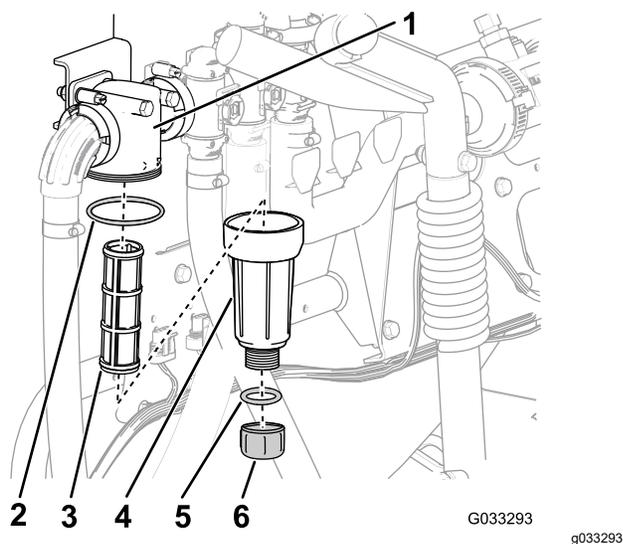

Figura 31
2. Coloque un recipiente de drenaje debajo del filtro de presión (Figura 31).
3. Gire el tapón de vaciado en sentido antihorario y retírelo de la cubeta del filtro de presión (Figura 31).
4. Gire la cubeta en sentido antihorario y retire la cabeza del filtro (Figura 31).
5. Retire el elemento del filtro de presión (Figura 31).
7. Inspeccione la junta del tapón de vaciado (situada dentro de la cubeta) y la junta de la cubeta (situada dentro de la cabeza del filtro) en busca de daños o desgaste (Figura 31).
8. Instale el elemento del filtro de presión en la cabeza del filtro (Figura 31).
9. Instale la cubeta en la cabeza del filtro y apriétela a mano (Figura 31).
10. Coloque el tapón de vaciado en el acoplamiento inferior de la cubeta, y apriete el tapón a mano (Figura 31).